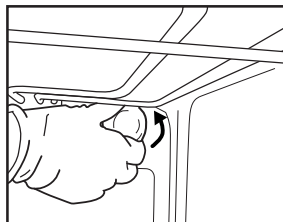

Fig.8
2. Svitare il coprilampada (Fig.8), sostituire la lampada (vedere la nota per il tipo di lampada) e riavvitare il coprilampada.